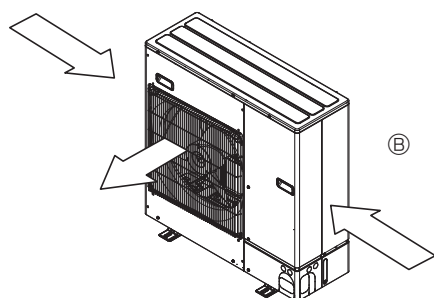

Fig. 2-6
- ③ По возможности разместите прибор так, чтобы воздух из выходного отверстия выдувался в направлении, перпендикулярном к сезонному направлению ветра. (Fig. 2-6)